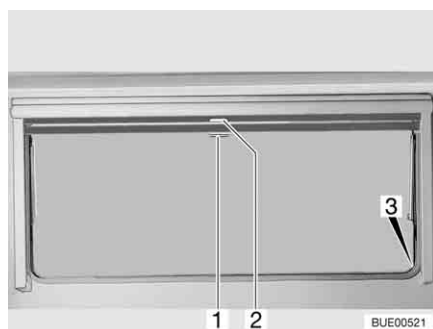

Fig. 86 Ventana abatible
- Tirar del tirador (Fig. 86,2) de la persiana oscurecedora enrollable hacia abajo. Cuando la persiana oscurecedora enrollable se cierre por completo, encajarla en el bloqueo (Fig. 86,3) a ambos lados del marco de la ventana.
- Cuando la persiana oscurecedora enrollable está completamente cerrada: Presionar el tirador (Fig. 86,2) hacia abajo y tirarlo ligeramente hacia dentro. Desenganchar la persiana oscurecedora enrollable de los bloques a izquierda y derecha del marco de la ventana.
- Cuando la persiana oscurecedora enrollable se encuentre en una posición intermedia: Tirar ligeramente del tirador (Fig. 86,2) hacia abajo, hasta que se hay soltado el bloqueo.
- Tirar la mosquitera enrollable hacia abajo por el tirador (Fig. 86,1) y engancharla en el bloqueo (Fig. 86,3) a ambos lados del marco de la ventana.
- Presionar el tirador (Fig. 86,1) hacia abajo y tirarlo ligeramente hacia dentro. Desenganchar la mosquitera enrollable de los bloques a izquierda y derecha del marco de la ventana.